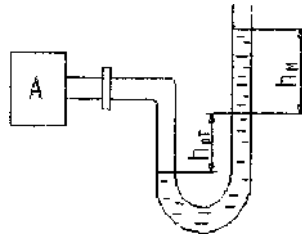

Рисунок 3
5. Визначити абсолютний і надмірний тиск в резервуарі за показниками ртутного дифманометра, в правому коліні якого зверху над ртуттю налито масло шаром h_m з ρ_m . Висота ртуті $h_{рм}$. При заданому $P_{атм}$. (Рис. 3).